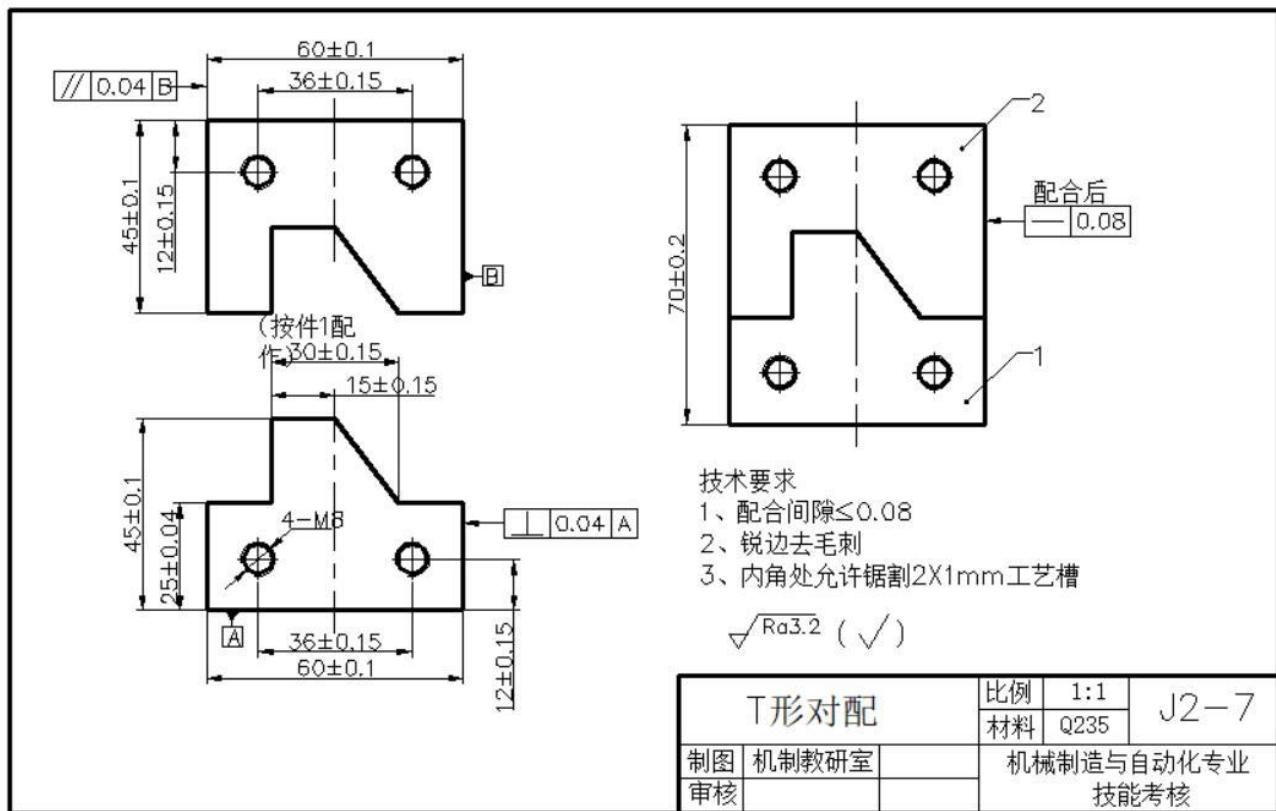

图 J2-7-1 T型对配
- 3) 根据零件图 J2-7-1 的要求完成凸、凹零件的加工与配锉加工。去毛刺，倒棱角 C0.3，配合面不允许倒角，不准使用专用工、夹具加工和抛光；